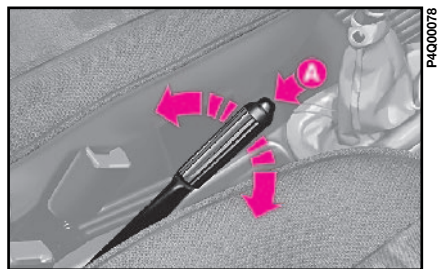

fig. 1
1) soulever légèrement le levier et appuyer sur le bouton de déblocage **A-fig. 1**;